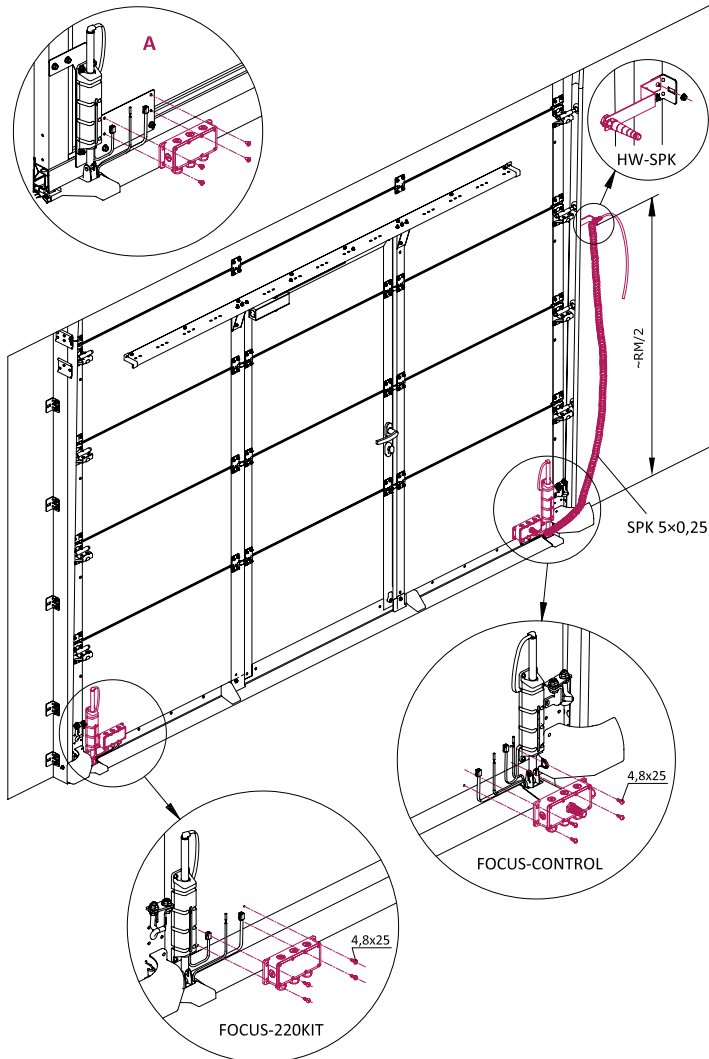

Abb. 2 — Einstellung der Sets **FOCUS-210** und **FOCUS-220KIT**
- Installieren Sie die Gehäuse der Sets **FOCUS-210 (FOCUS-CONTROL)** und **FOCUS-220KIT** (Abb. 2) am Torblatt aus Sandwich-Paneelen mit 4,8×25 Schrauben (8 Stück sind im Torbausatz enthalten). Um die Position der Gehäuse an dem Torblatt zu bestimmen, werden zwei Löcher im Werk angebracht.
Wenn der untere Teil der Sektion von Torblatt Panorama ist, werden die Gehäuse auf vorinstallierten Stahlplatten (Abb. 2, Ansicht A) mit Schrauben M5×8 montiert (Das Torset enthält 8 Stück).
- Montieren Sie einen Rollenhalter **HW-SPK** (Abb. 2) an der Außenseite des Eckprofils des Führungsschienensystems, nicht tiefer als die Mitte der Toröffnung (ungefähr **RM/2**).
4. Führen Sie das kurze Ende des Spiralkabels **SPK 5×0,25** (Abb. 2) durch die spezielle Kabeleinführung des **FOCUS-CONTROL**-Gehäuses und das lange Ende durch die Kabeleinführung des Rollenhalters **HW-SPK**.